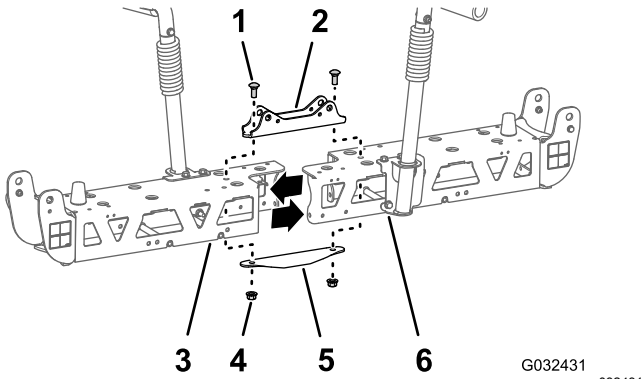

Figura 53
2. Retire los 2 pernos con arandela prensada (1/2" x 1-1/4") y las 2 contratuercas (1/2") que sujetan el bastidor de cilindro estrecho, los perfiles izquierdo y derecho del travesaño y la pletina de unión estrecha (Figura 53).